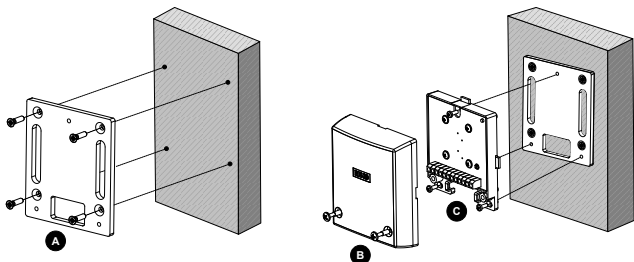

图 2: 使用安装底板固定探测器
使用配送底板安装 (如图 2):
v. 使用附带的固定螺丝安装探测器, 如图 2(C)。
- ix. 使用配送的固定螺丝将探测器固定, 如图 2(C)。